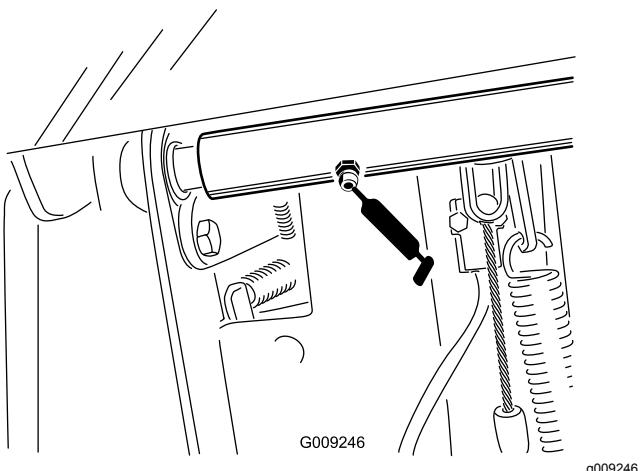

Figura 61
- Dois rolamentos do eixo da articulação do pedal do travão (Figura 61)